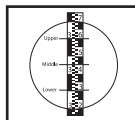

Fig.7
- Relevez la hauteur sur la mire de nivellement, au niveau du trait central du réticule de visée. On peut généralement faire des estimations à 1 mm près avec les mires métriques. La hauteur mesurée à la Fig. 7 est de 3456 m.
- Par exemple, dans la Fig. 7 les valeurs sont de 3601 m et 3309 m, la distance entre l'instrument et la mire de nivellement est donc de : $(3601 - 3309) \times 100 = 292 \text{ m}$.